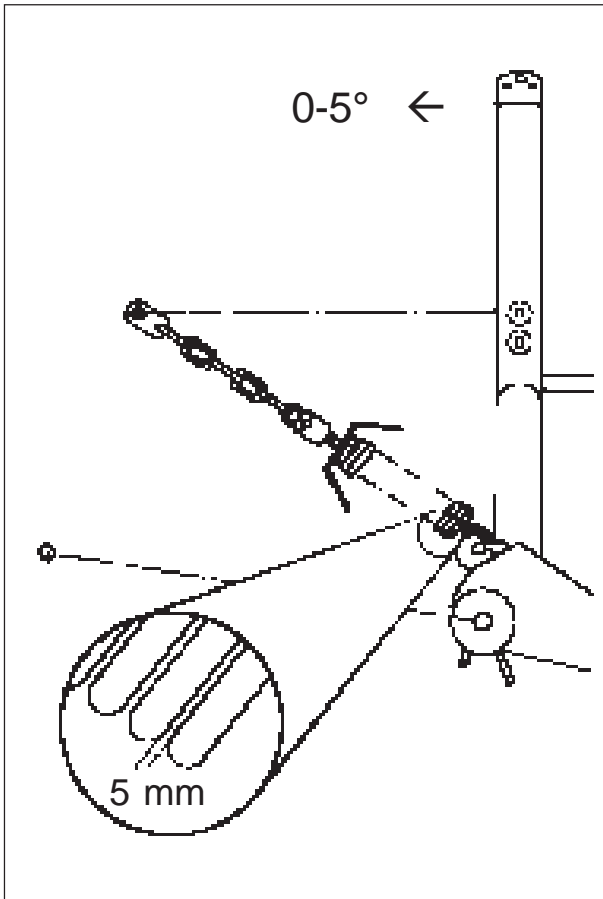

Fig. 44
c. Kople toppstaget og juster lengden slik at maskinens tårn heller noen grader *framover*. Se fig. 44. Dette er viktig for at maskinen skal arbeide lett og skade unngås på maskinens opptaksorgan og førstebelte. Når toppstag og trekkstenger er mest mulig parallelle har traktoren størst løfteevne.
f. Løft maskinen. Fest opphengsfjørene på høsterens tårn. Normalt brukes de ytre krokkene. Ved behov for å forskyve maskinen mot venstre eller høyre (for justering av avstanden mellom traktorhjul og maskinens rullekjær) festes fjørene usymmetrisk og strammes ulikt. Kople fjør og kjetting og stram slik at det er ca. 5mm klaring mellom fjørvindingene når maskinen står på bakken. Se fig. 44. **NB! Opphengsfjørene hovedformål er å redusere trykket på rullekniven.**